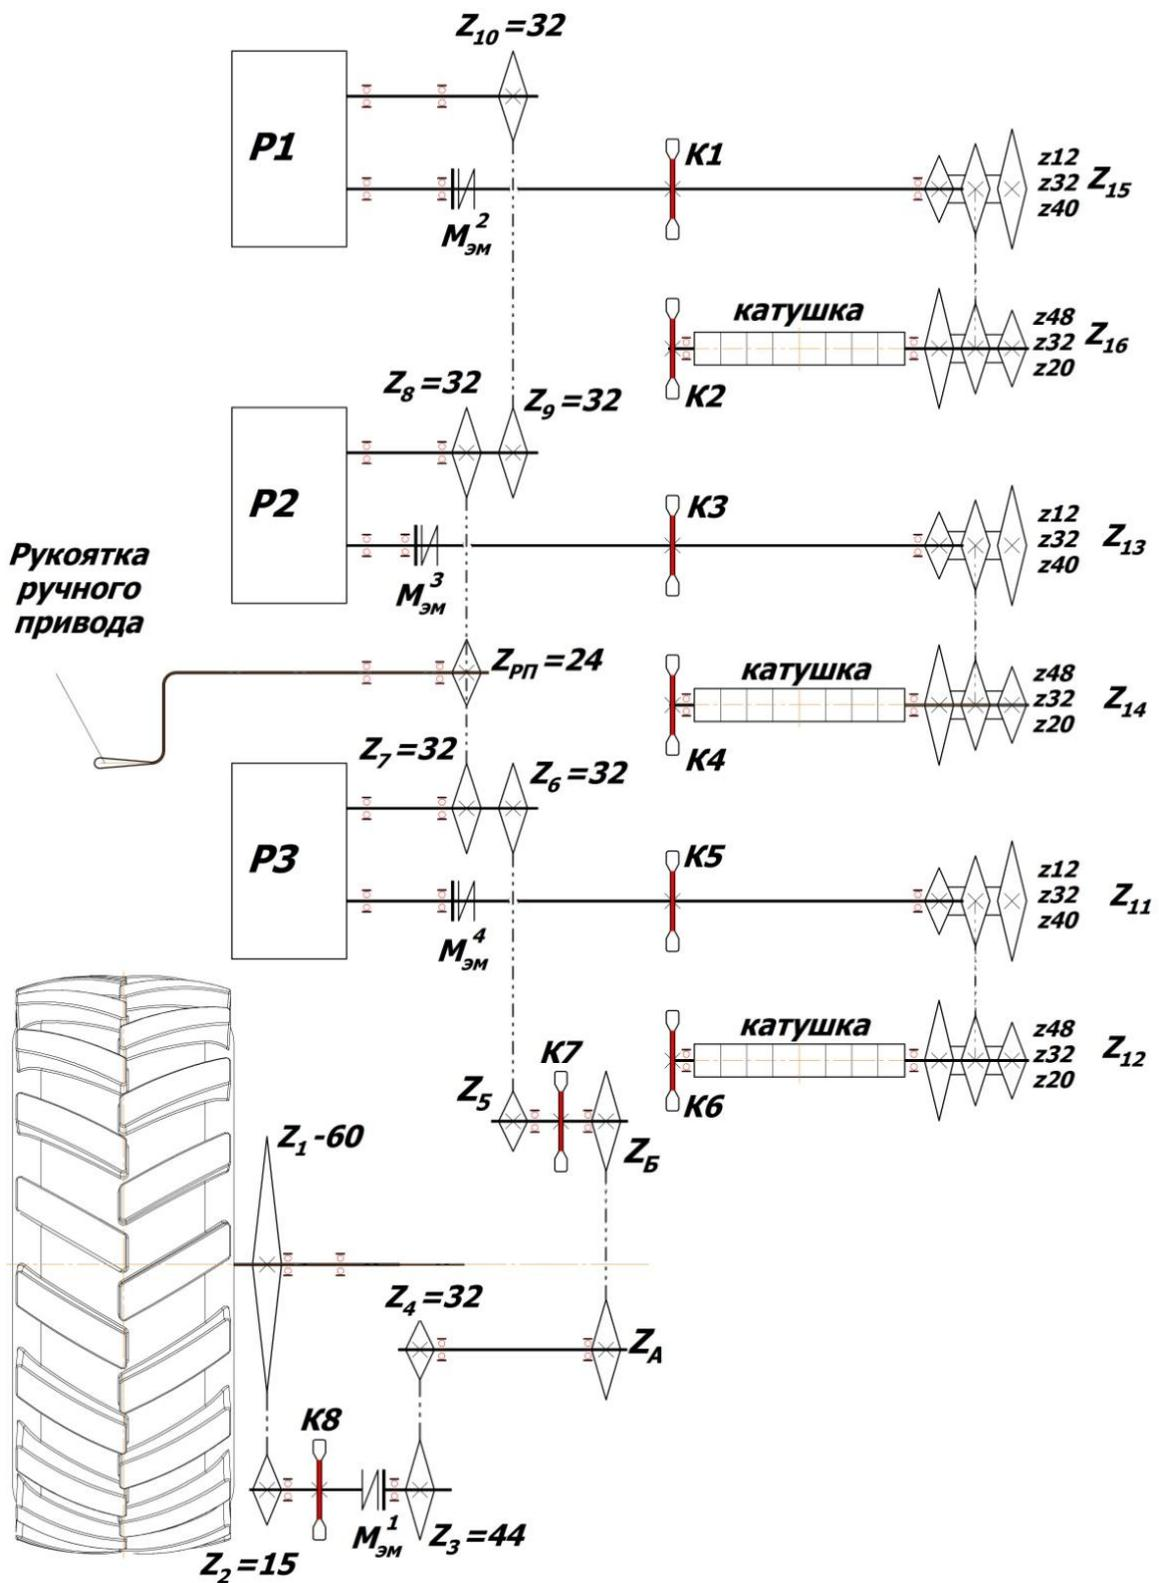

Рисунок 4. Кинематическая схема привода бункера АТ-11
1.7. Произвести проверку соответствия кинематической схемы (рисунок 4, таблица 1) и фактически установленной конфигурации бункера и комплекса по количеству зубьев звёздочек привода.